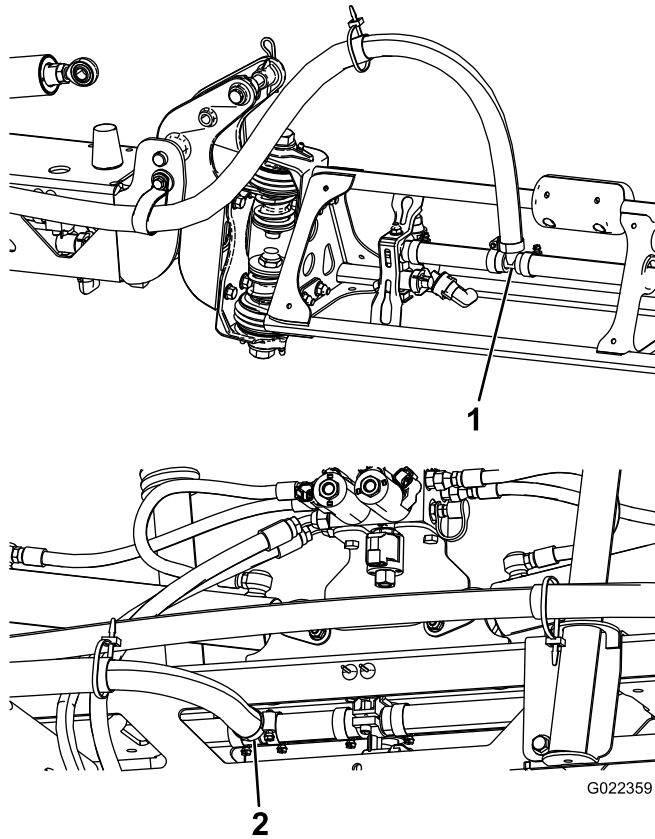

図 24
注 左右のエクステンションブームのホース継手に石鹼水を塗る(図 24)。
- センターブームの字継手のホース接続部に石鹼液を塗る(図 24)。
- センターブームのホースを(図 24)のように配置する。
- 石鹼水を塗った継手にセンターブームの給水ホースを接続し、クランプで固定する(図 24)。